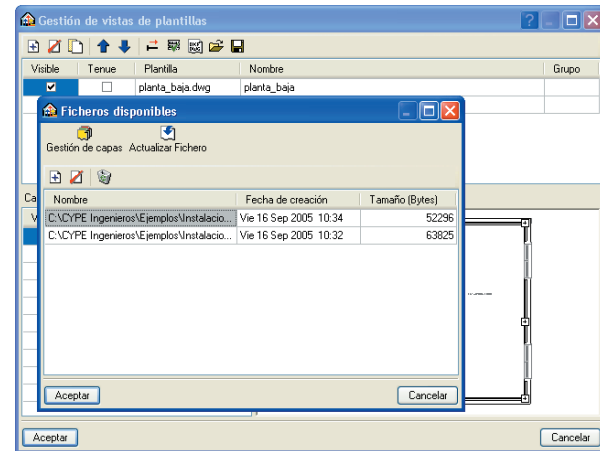

Fig. 8
- Pulse de nuevo  **Añadir nuevo elemento a la lista** en la ventana **Ficheros disponibles** (Fig. 8) y seleccione el fichero **planta_primera.dwg** en la misma ruta.